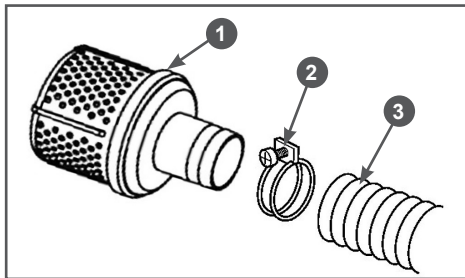

Рис. 7 Установка всасывающего фильтра
- Наденьте до упора всасывающий рукав 3 на патрубок всасывающего фильтра 1 и затяните его хомутом 2 (Рис. 7).